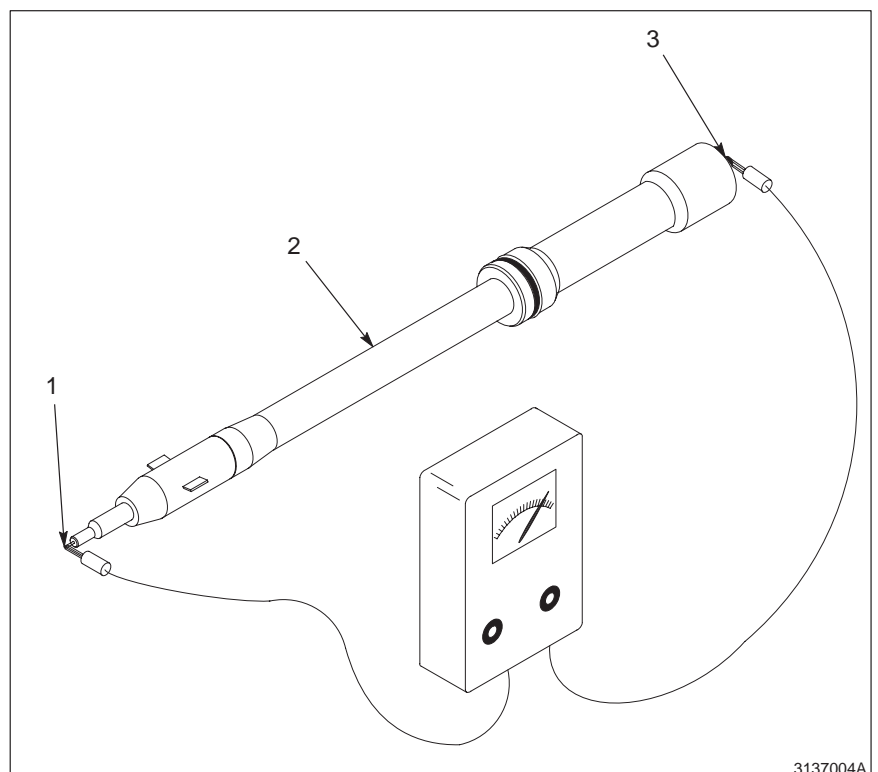

Abb. 5-2 Durchgangs- und Widerstandsprüfung der Elektrodenbaugruppe
3. Siehe Abbildung 5-2. Prüfspitzen des Isolationsmessers an der Elektrode (1) und am Kontaktstift (3) befestigen.